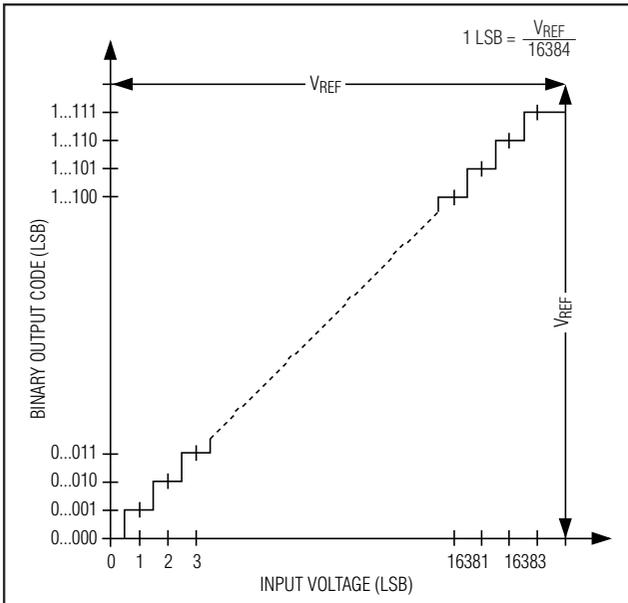
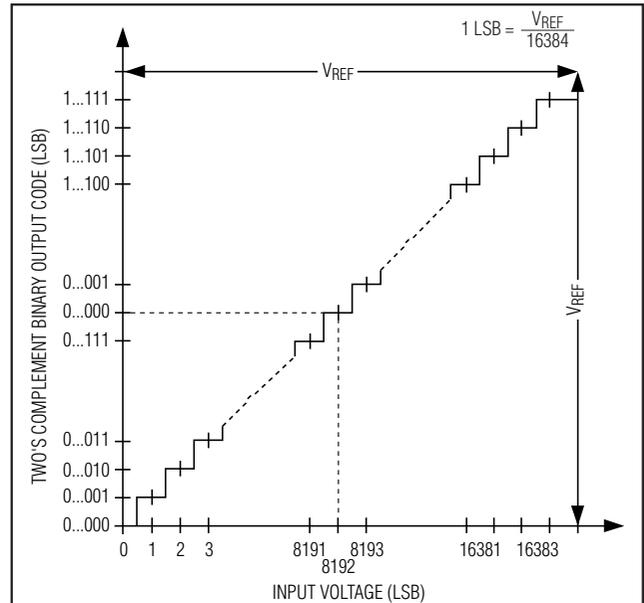

图 14. 单极性传输函数
图 15. 双极性传输函数
在单极性输入模式下，数字输出为标准二进制格式(图14)。在双极性输入模式下，数字输出为二的补码格式(图15)。数据在SCLK下降沿同步输出，MSB先出。
MAX1146-MAX1149 输出数据编码在单极性模式时为二进制格式，双极性模式时为二的补码格式， $1\text{ LSB} = (V_{\text{REF}}/2^N)$ ，其中 N 为位数 (14)。量化电平分界点位于相邻整数倍 LSB 值之间的中点。图 14 和图 15 分别为单极性和双极性输入/输出 (I/O) 的传输函数。